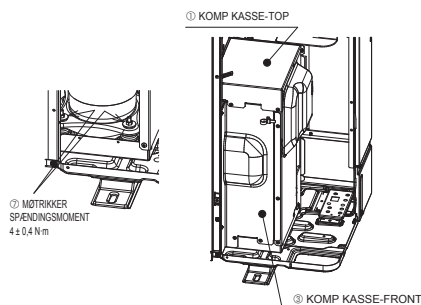

Fig. 4-2
- Efter at have fjernet KOMP fastgjorte dele skal du sørge for at stramme møtrikker og sætte KOMP KASSE-TOP OG KOMP KASSE-FRONT tilbage til den oprindelige tilstand. (Fig. 4-2)